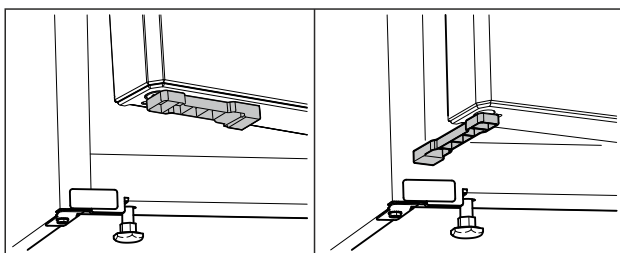

Fig. 73 *
- ▶ Fordítsa el 90°-kal az ajtó nyitáskorlátozót. (lásd Fig. 73) *